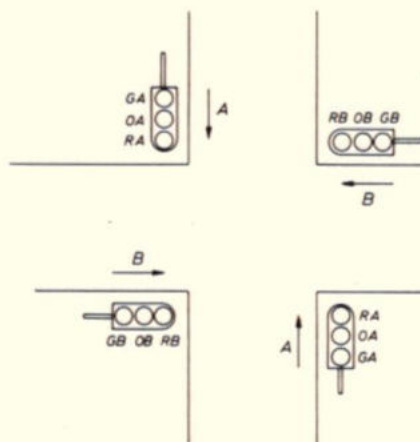

Fig. 1. Eenvoudig kruispunt.
Op het eenvoudige kruispunt van de wegen A en B branden de lampen met dezelfde kleur en van dezelfde weg samen, (fig. 1). Ze kunnen eenvoudig parallel worden geschakeld en hebben daarom ook dezelfde naam gekregen. Bij de eenvoudigste uitvoering komen slechts de vier volgende standen voor: Groen A (GA) brandt samen met Rood B (RB), Oranje A (OA) samen met RB, Groen B (GB) samen met Rood A (RA) en Oranje B (OB) samen met RA.